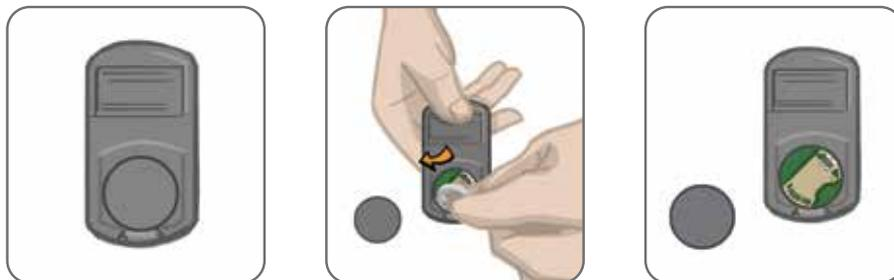

Figura 8-2: Substituição da bateria da unidade de controle
1. Use a área rebaixada na parte de trás da unidade de controle para abrir a tampa da bateria. Se achar difícil remover a tampa, você pode usar uma moeda para abrir a tampa. Veja a Figura 8-2.
2. Remova a bateria antiga empurrando-a na direção das abas de metal (conforme mostrado pela seta na Figura 8-2) e levantando-a cuidadosamente. Ferramentas de metal, como uma chave de fenda, não devem ser usadas.